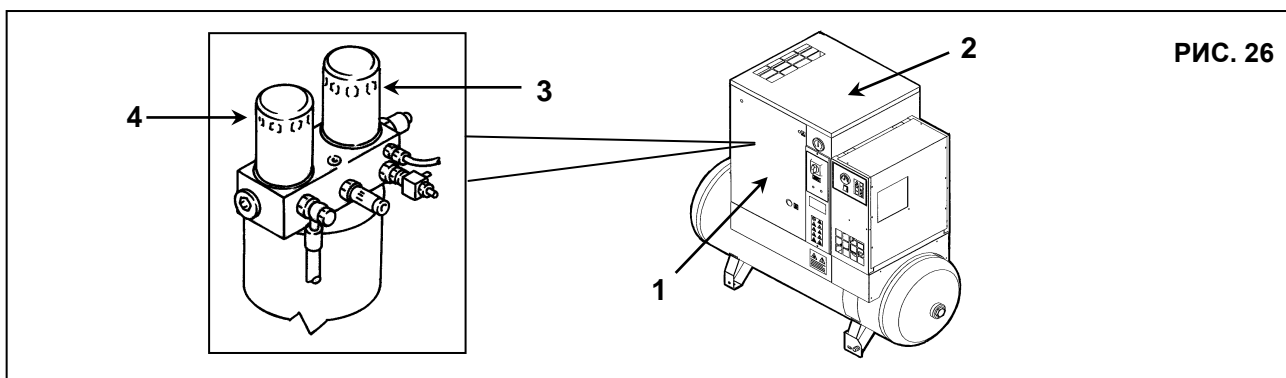

РИС. 26
- Откройте переднюю панель, поз. 1, Рис. 26, специальным ключом.
- Снимите защитное устройство (кожух машины), поз. 2, рис. 26
- Извлеките маслоуделятельный фильтр, поз. 3, и масляный фильтр, поз. 4, Рис. 26
- Закройте крышку машины, поз. 2, Рис. 26, с помощью соответствующих предохранительных винтов.
- Закройте панель, поз. 1, рис. 26